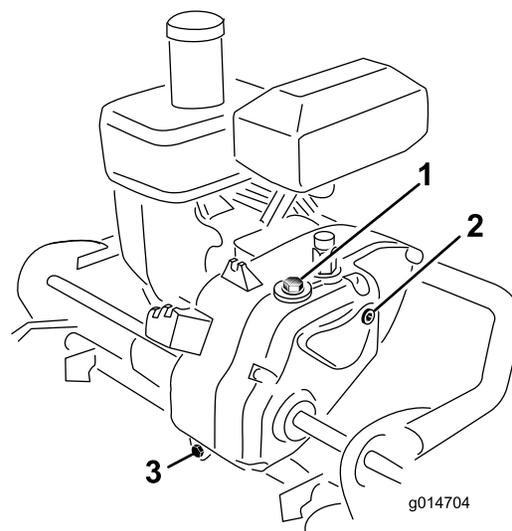

Figura 33
2. Retire el tapón de verificación del lado derecho de la transmisión (Figura 33).